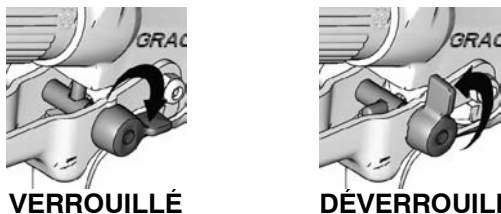

Fig. 1
1. Mettre le verrou de la gâchette de la vanne en ligne sur VERROUILLAGE. Fig. 1.
3. Mettre le verrou de la gâchette de la vanne en ligne sur DÉVERROUILLAGE. Fig. 1.
6. Mettre le verrou de la gâchette de la vanne en ligne sur VERROUILLAGE. Fig. 1.
Pour mettre le verrou de la gâchette sur VERROUILLAGE, le faire pivoter pour qu'il soit parallèle à la gâchette. Pour le mettre sur DÉVERROUILLAGE, le faire pivoter pour qu'il soit perpendiculaire à la gâchette. Fig. 1.
1. Mettre le verrou de la gâchette du pistolet en ligne sur VERROUILLAGE. Fig. 1.
3. Positionner le verrou de la gâchette de la vanne en ligne sur DÉVERROUILLAGE et actionner la vanne en direction d'un seau ou du sol pour déboucher la buse. Fig. 1.
4. Positionner le verrou de la gâchette de la vanne en ligne sur VERROUILLAGE (Fig. 1) et faire pivoter la manette en forme de flèche (Fig. 4) sur PULVÉRISATION.